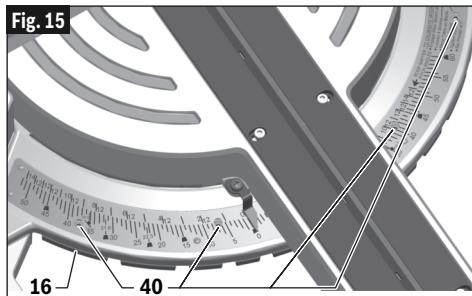

Fig. 15
- Localisez quatre trous ronds dans la plaque de l'échelle d'onglet. Il y a une vis **40** dans chaque trou. Utilisez la petite extrémité de la clé hexagonale de 6/4 mm ou d'un clé hexagonale de 4 mm pour desserrer toutes les quatre vis d'un à deux tours. Ceci desserrera la plaque de détente d'onglet **16** (voir Fig. 15).